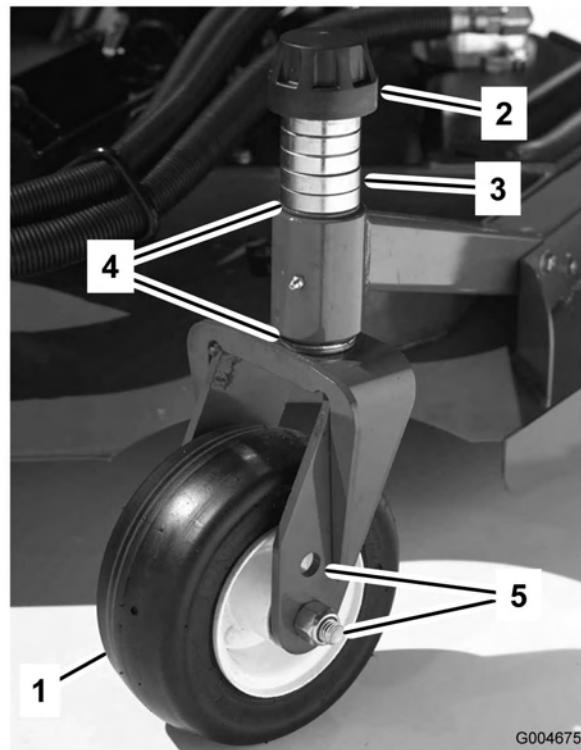
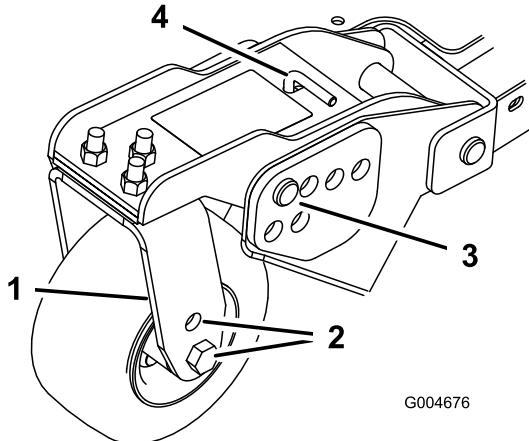
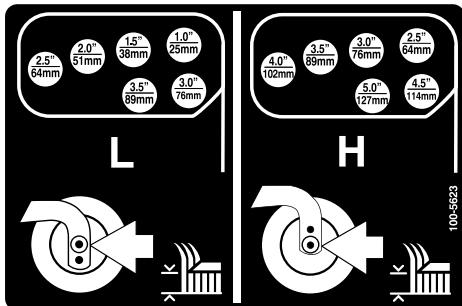

Bild 18
Bild 20
Bild 21
1. Stecken Sie die Laufradachsen in allen Gabeln in die gleichen Löcher (Bild 18 und Bild 20). Siehe die nachstehende Tabelle, um das richtige Loch für die jeweilige Einstellung festzustellen.
2. Entfernen Sie die Spannkappe von der Spindelwelle (Bild 18) und ziehen die Spindel aus dem Laufradarm heraus. Ziehen Sie zwei Beilagscheiben (3 mm) so auf die Spindelwelle, wie sie ursprünglich montiert waren. Diese Beilagscheiben sind erforderlich, um alle Mähwerke über die Breite auf ein Niveau zu bringen. Ziehen Sie die erforderliche Anzahl von 13 mm Distanzstücken (siehe die nachstehende Tabelle) auf die Spindelwelle, um die gewünschte Schnitthöhe herbeizuführen; ziehen Sie dann die Scheibe auf die Welle auf.
4. Entfernen Sie den Splint und den Lastösenbolzen von den Laufradgelenkkarren (Bild 20).
im Mähwerkrahmen ausgerichtet sind (Bild 20 und Bild 21).